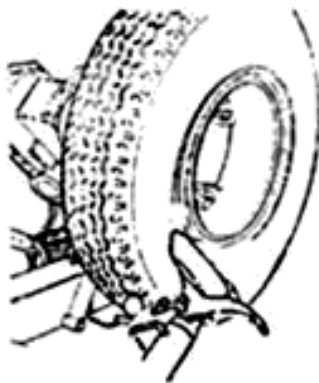

Fig 21
- (1) Зафиксируйте колесо на зажимном устройстве, как описано выше. Убедитесь в том, что оно спущено.
- (2) Опустите инструментальную консоль в рабочее положение до тех пор.
- (3) Установите диск для отрыва борта рядом с ободом (рис. 21).